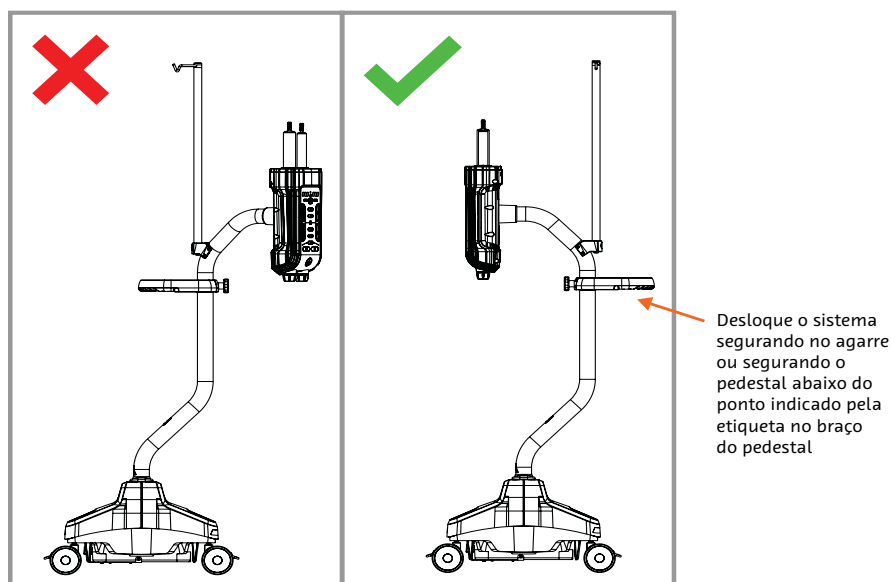

Figura 4 - 3: Deslocar o Sistema
2. Gire a coluna da cabeça da injetora de modo que a cabeça da injetora fique acima da base, conforme mostrado na Figura 4 - 3.